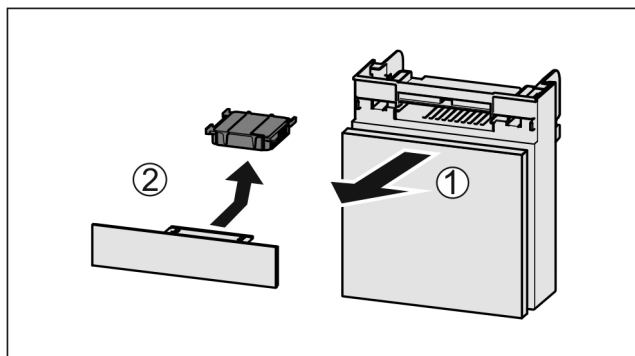

Fig. 142
- Predal izvlecite Fig. 142 (1) naprej.
- Odstranite Fig. 142 (2) aktivni ogljeni filter.